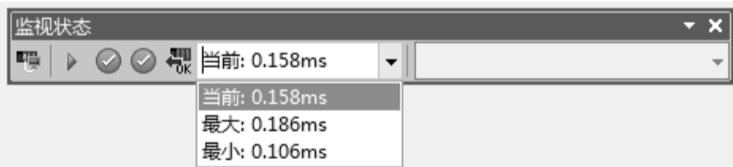

图 1-4-48 程序的监视状态 (2)
b. 确认 CPU 模块的 LED 状态和扫描时间。图 1-4-48 所示为正在运行的监控状态情况。